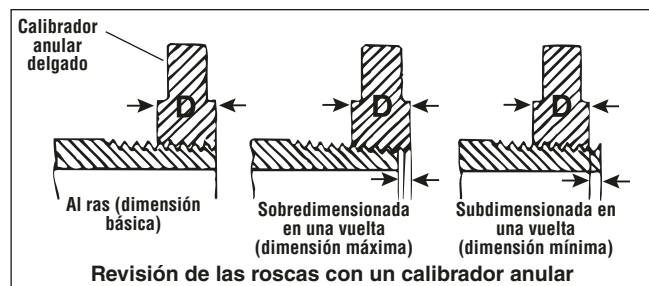

Figura 16 – Revisión del tamaño de la rosca
3. Inspeccione el tamaño de la rosca. El método preferido para revisar el tamaño de la rosca es mediante un calibrador anular. Hay calibradores anulares de diversos estilos; su uso puede ser diferente a lo que se muestra en la *Figura 16*.